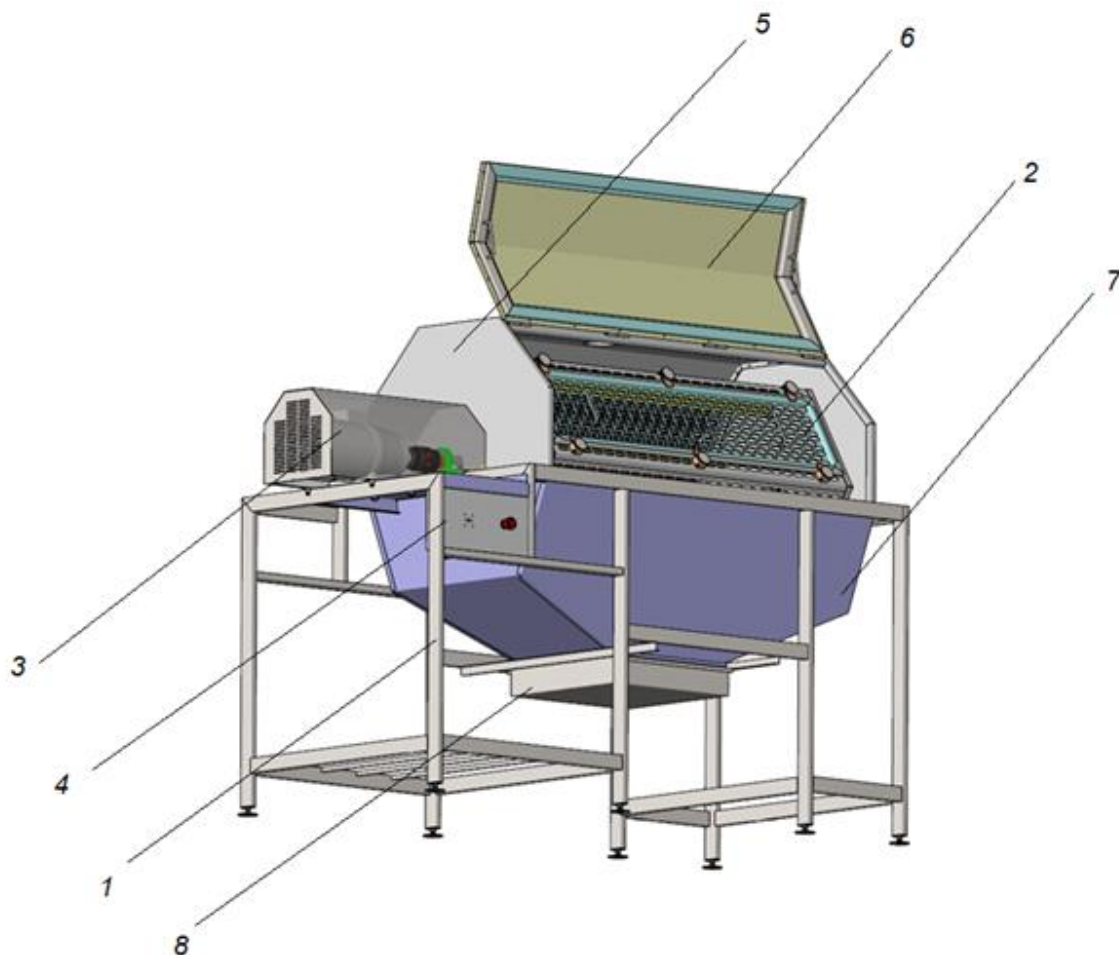

Рисунок 1 – Будова барабану обробки шишок БОШ -01
- 2.1 Виріб призначений для вилучення насіння з попередньо висушених шишок хвойних порід (сосни, смереки, модрина). Виріб складається із наступних основних вузлів і деталей: рами, барабану, приводу з редуктором, пульта управління, кожуха, відкидної кришки, направляючого лотка, лотка для забору насіння (див.рис.1).
- 5.2 Відкрийте відкидну кришку – 6 (див. рис.1)